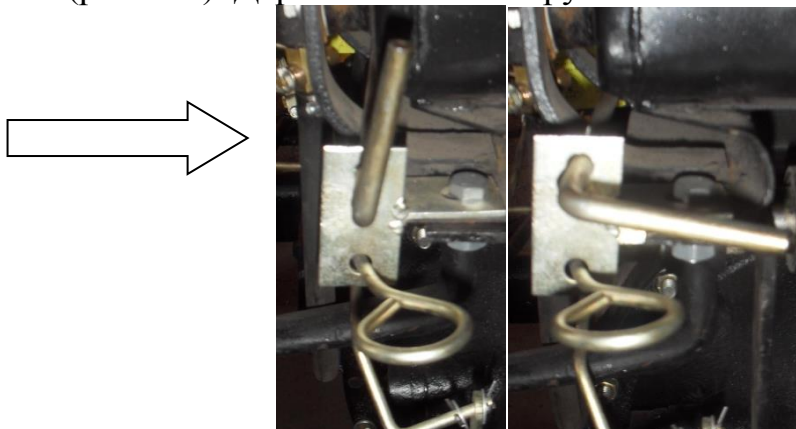

Рис. 3-4. Рычаг декомпрессора
3.) Откройте клапана двигателя, повернув рычаг декомпрессора на 90° по часовой стрелке (рис. 3-4). Держите его левой рукой.
- 4.) Для экстренной остановки двигателя в любой момент крайней опасности необходимо повернуть рычаг декомпрессора по часовой стрелке на 90° (рис.3-4). **Такой способ остановки дизеля применяется только в экстренном случае!**